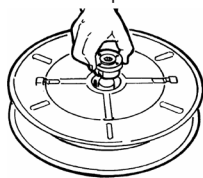

FIG 6
- Take out the shaft from the spring housing. Fig. 6.
- Ta bort axeln från fjäderhuset. Fig. 6